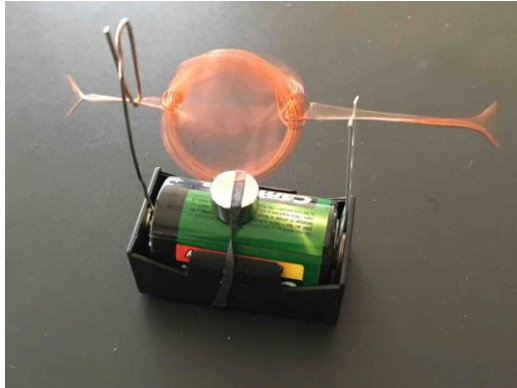

Abb. 1
- Aufbau siehe Abbildung 1 und 2.